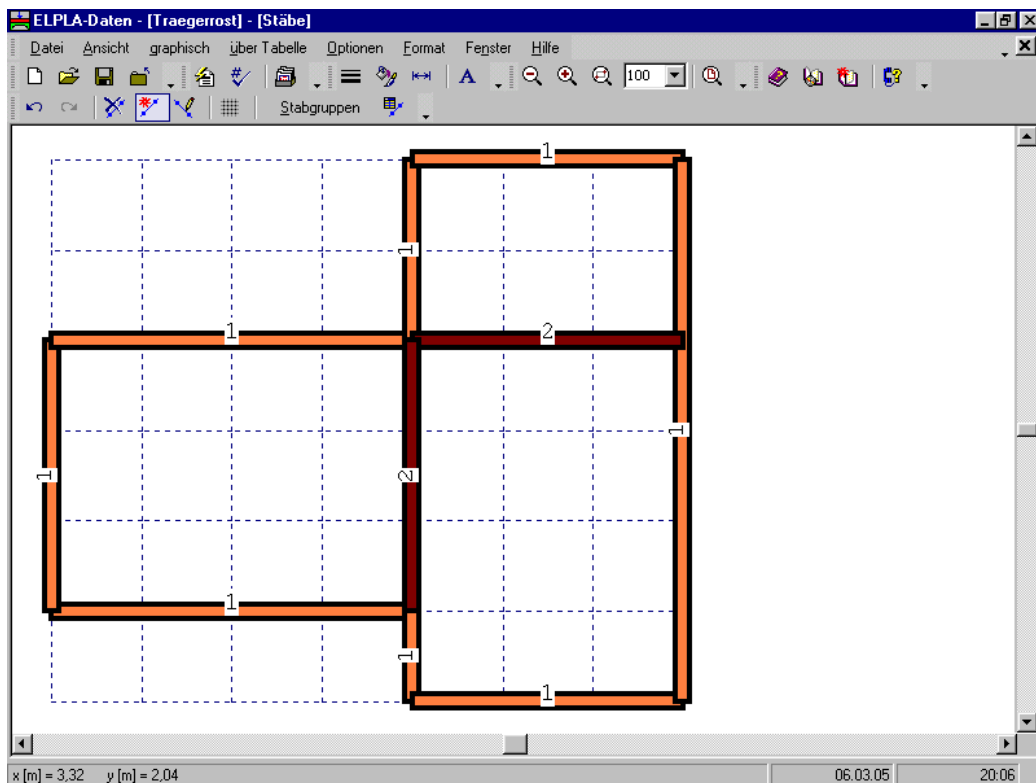

Bild 4-17 Dialogfeld "Trägerrost mit Trägern (Stäben) Querschnitt 1 + 2"
Wiederholen Sie die vorherigen Schritte, um die übrigen Träger im Netz einzufügen. Nachdem Sie die Definition aller Träger beendet haben, sollte der Bildschirm wie das folgende Bild 4-17 aussehen.
- Wählen Sie "Stäbe speichern" aus dem "Datei"-Menü im Bild 4-17, um die Daten der Stäbe zu speichern
- Wählen Sie "Stäbe schließen" aus dem "Datei"-Menü im Bild 4-17, um das eingebettete Programm "Stäbe" zu schließen und zum Hauptfenster des Programms *ELPLA-Daten* zurückzukehren